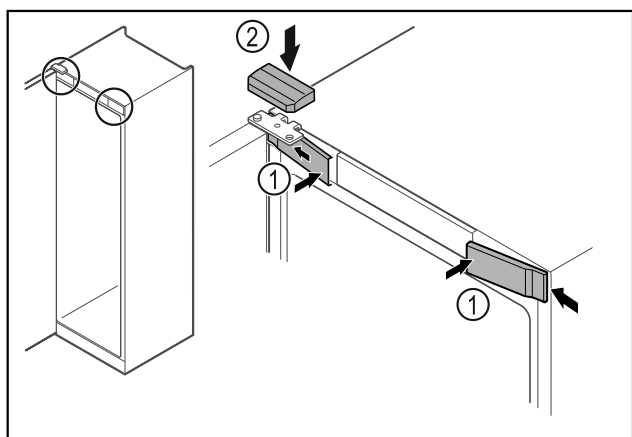

Fig. 67
- 从侧部挂入前盖板 Fig. 67 (1)并将其卡紧。
- 从上方卡紧上盖板 Fig. 67 (2)。